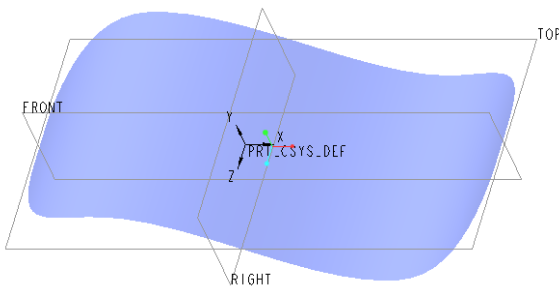

图 7-57 完成顶点圆角
- ③ 在模型窗口中选择曲面的其中一个顶点，按住〈Ctrl〉键的同时选择其他 3 个顶点。
- ④ 在“顶点倒圆角”选项卡的“圆角”文本框中输入修整圆角半径为“60”。
- ⑤ 在“顶点倒圆角”选项卡中单击“完成”按钮，完成效果如图 7-57 所示。